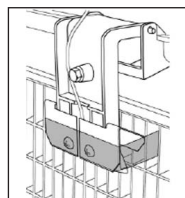
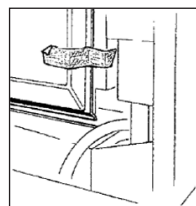

Fig 7.
Fig 8.
e) Débloquer le capteur et le déflecteur en ôtant les fixations 1 et 2 prévues pour éviter les dommages en cours de transport. (Fig 7 & Fig 8).